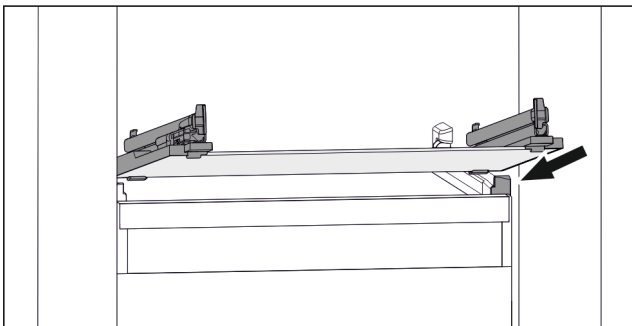

Fig. 75 Eksempel på fremstilling av glassplaten
- ▶ Sett glassplaten på skrå bak stopperne. (se Fig. 75)